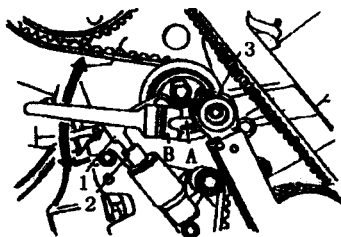

图 2-10 双孔螺母扳手旋转正时带张紧器
(2) 安装(调整配气正时)。维修时如果仅脱开凸轮轴正时带轮上的正时带,也应调整配气正时。无论发动机处于冷态还是热态,均可进行配气正时调整。旋转凸轮轴时不允许活塞处于上止点位置,否则有可能损坏气门或活塞。
①凸轮轴正时带轮上的标记与气缸盖护板或正时带上护罩上的标记对齐。
②正时带套装到曲轴正时带轮上(注意旋转方向)。
③安装正时带下护罩。
④用螺栓紧固扭转减振器及带轮。
⑤活塞处于上止点位置。
⑥用双孔螺母扳手 B(图 2-10),向右旋转正时带张紧器,直到柱塞 1 完全弹出,张紧器柱塞 2 提升大约 1mm ,再用扳手将紧固螺栓 3 拧紧。
⑨用双孔螺母扳手固定住张紧轮后，用 25N·m 拧紧力矩将紧固螺栓(图 2-10)拧紧。